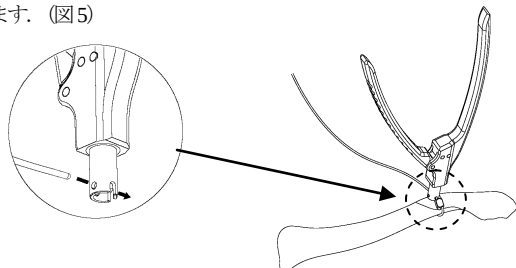

図5
- 5) ケーブルカッター・Gの丸穴開口部よりケーブルを通し、U字溝へ案内させます。可能な限り締結器にケーブルカッターを寄せ、ケーブルを切断します。(図5)